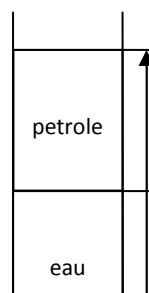

Fig.3
- Déterminer les pressions absolue et effective sur le fond d'un récipient ouvert et rempli de deux liquides ; une couche inférieure de l'eau d'épaisseur 0.6m et une couche supérieure de pétrole lampant de $\rho=760\text{ kg}\cdot\text{m}^{-3}$ et de $h=0.8\text{m}$ (fig.3)